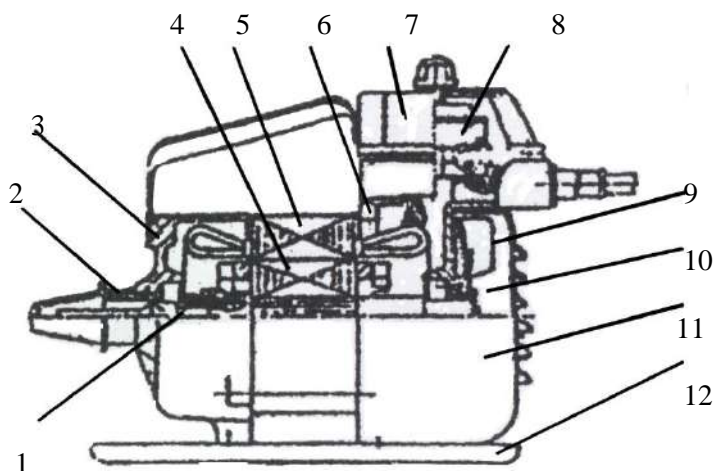

Рис. 2. Электродвигатель вибраторов ВИ-1-13-3, ВИ-1-16-3, ВИ-1-17-3, ВИ-75-3
5.3. Электродвигатель (рис.2) состоит из следующих основных частей: